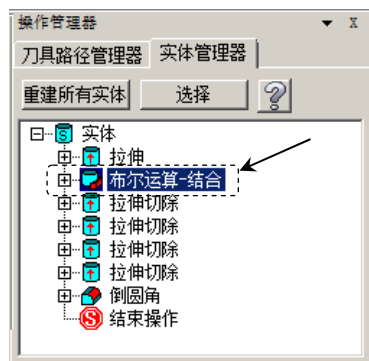
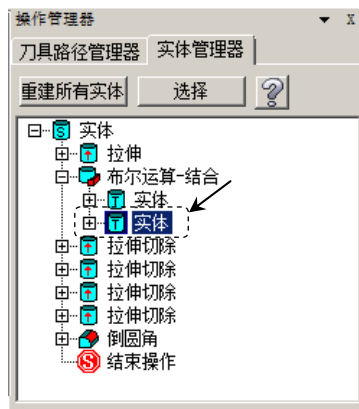

图 7.4.11 展开项目（一）
图 7.4.12 展开项目（二）
Step2. 定义编辑项目。单击图 7.4.11 所示的项目前的“+”展开此项目；单击图 7.4.12 所示的项目前的“+”展开此项目；单击图 7.4.13 所示的项目前的“+”展开此项目，如图 7.4.14 所示；在图 7.4.14 所示的项目上单击鼠标左键，系统会弹出“挤出串连”对话框。